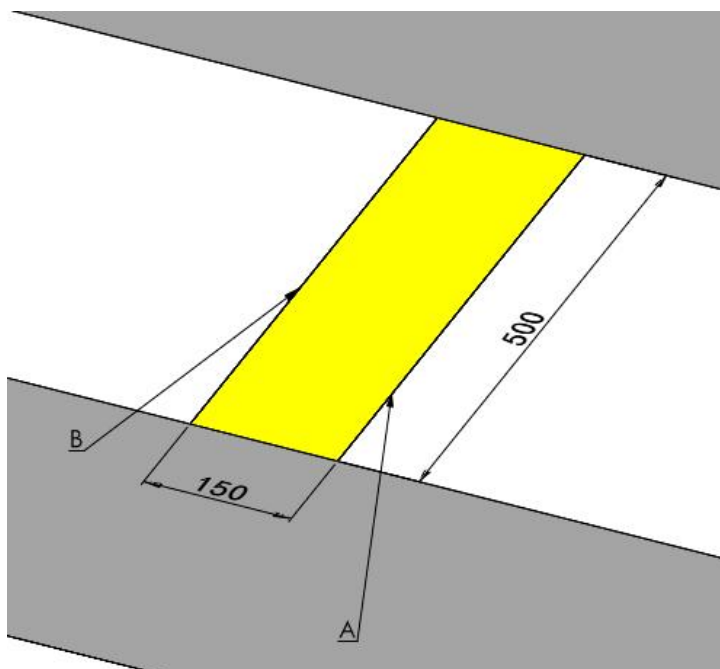

图 11 警戒区标识示意图（单位：mm）
3. 警戒区：警戒区为黄色非反光色带（或喷涂黄色非反光漆），如图 11 所示。机器人位于警戒区障碍时，即任一前足端接触或踏入黄色警戒区边界 A 至所有足端均踏出黄色警戒区边界 B，需采用跳跃方式通过（即跳跃时四脚同时离地）。